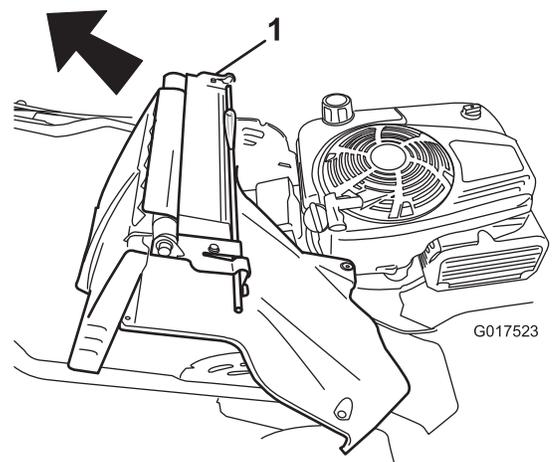

Figura 35
7. Retire el deflector trasero y el conjunto de la palanca de bloqueo (Figura 35).